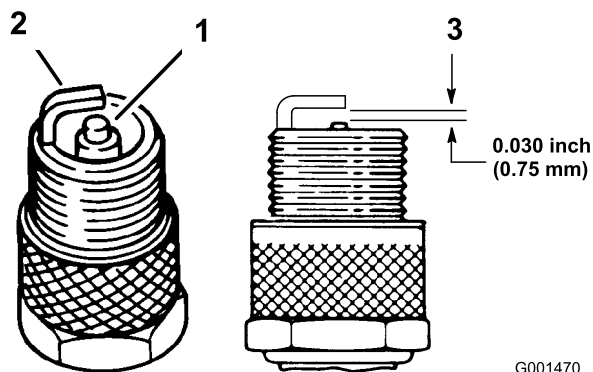

Figura 33
4. Compruebe el estado del electrodo lateral, el electrodo central y el aislamiento del electrodo central para verificar que no están dañados (Figura 33).
5. Ajuste el hueco entre los electrodos central y lateral a 0,76 mm (Figura 33).